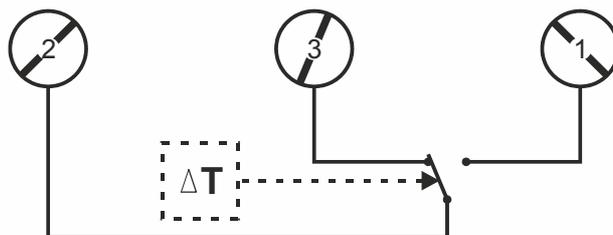

Abb. 1. T6120A1005 elektrischer Anschluß
**Heizbetrieb:** Kontakte 2 und 3 (gemäß Abb. 1) verbinden. Der Kontakt öffnet bei fallender Temperatur.
**Kühlbetrieb:** Kontakte 1 und 2 (gemäß Abb. 1) verbinden. Der Kontakt öffnet bei steigender Temperatur.